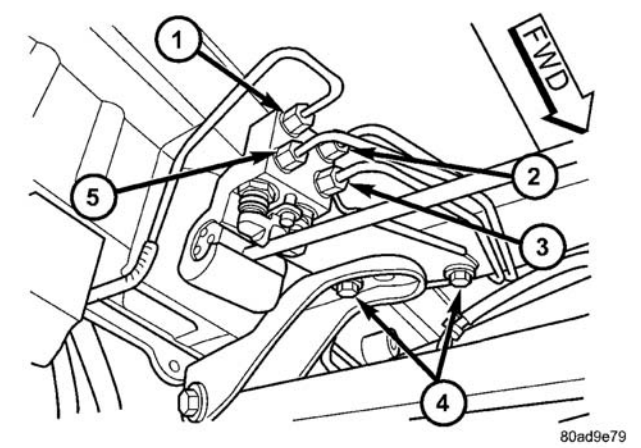

图 92 比例阀的固定
（3）卸下比例阀处通向可疑后制动器的底盘制动油管。卸下比例阀处来自集管箱的底盘制动油管（图 92）。
- （3）从比例阀的入口和出口孔卸下四个制动油管 （图 92）。
- （4）卸下将比例阀和托架固定到车辆的两个螺栓 （图 92）。
（1）将操纵杆的末端穿过桥支架索环安装，并将比例阀支架滑到后转向横拉杆体托架下面（图 92）。
（2）安装比例阀的固定螺栓（图 92）。将固定螺栓拧紧至 $54 \text{ N} \cdot \text{m}$ (40 ft.lbs.) 的扭矩。
（3）将四个底盘制动管路装入比例阀的入口和出口孔中（图 92）。将所有管螺母拧紧至 $17 \text{ N} \cdot \text{m}$ (145 in.lbs.) 的扭矩。